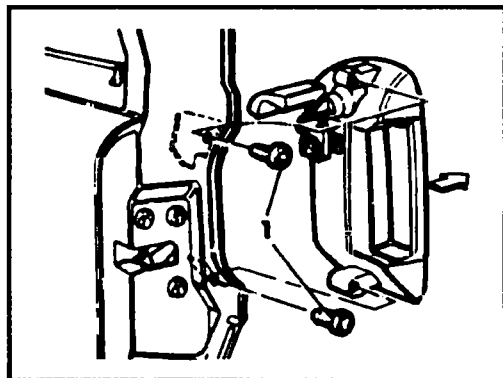

Рис. 10.29 Демонтаж наружной ручки двери
◆ Отверните винты (1) снимите наружную ручку двери (см. по стрелке рис. 10.29).